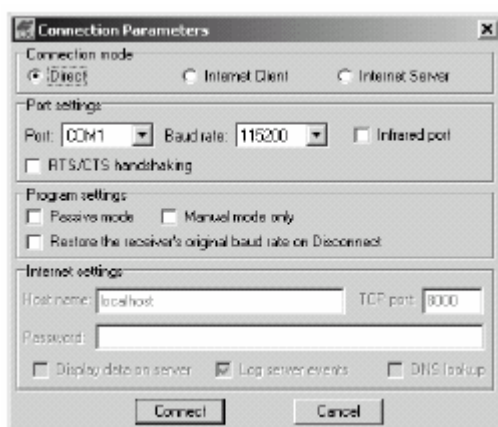

Figura 2-8. Parámetros de conexión Bluetooth y RS232
- para conexiones Bluetooth o RS232 (Figura 2-8):